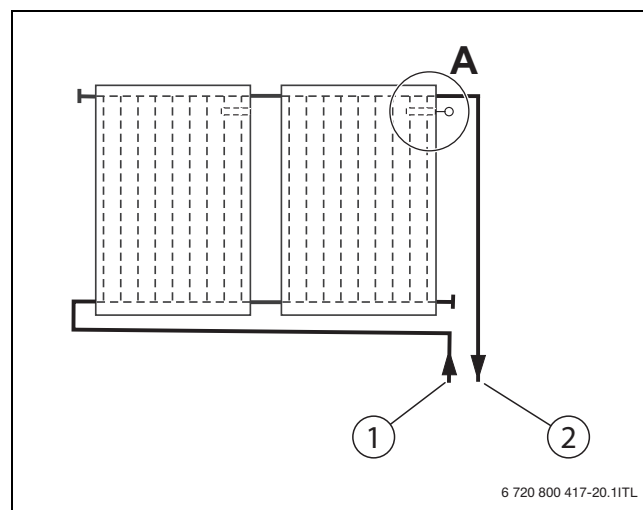

Fig. 46 Position de la sonde capteur
- Monter la sonde dans le capteur avec le départ en place (→ fig. 46).